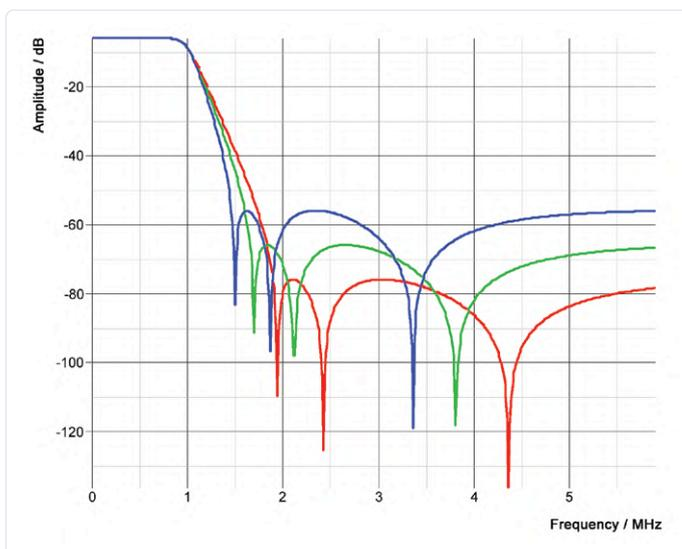
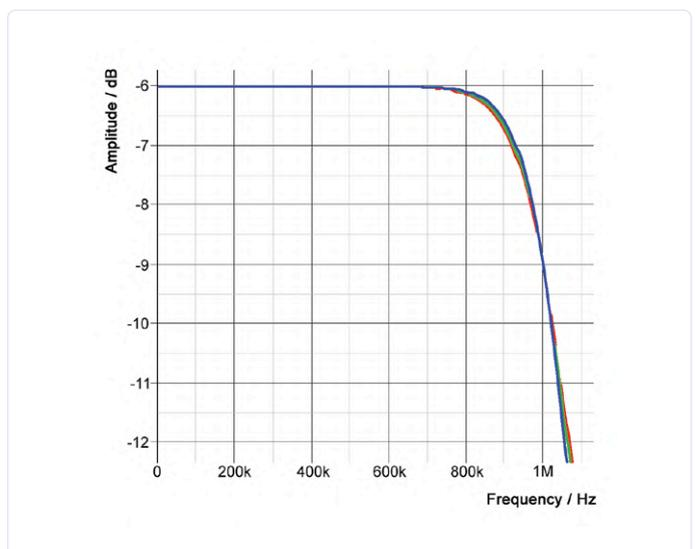

Bild 12. Frequenzgänge der Invers-Tschebyscheff-Filter mit 50, 60 und 70 dB. Die Farben sind selbsterklärend.
Bild 13. Vergrößerung von Bild 12 im Durchlassbereich mit den Mindestdämpfungen 50 dB (blau), 60 dB (grün) und 70 dB (rot).
Die letzte Filterapproximation ist die Invers-Tschebyscheff-Charakteristik (IT). Sie ähnelt im Durchlassbereich einem Butterworth-Filter und hat also keinen Ripple, weshalb dieser Parameter entfällt. Im Sperrbereich hingegen entspricht die IT-Charakteristik mehr einem Cauer-Filter mit Notches und entsprechender Mindestdämpfung. Die Grundschialtung ist die gleiche wie beim Cauer-Filter (Bild 9), lediglich die Dimensionierung ist anders. **Bild 12** zeigt die Frequenzgänge von Invers-Tschebyscheff-Filtern mit den Mindestdämpfungen 50, 60 und 70 dB. **Bild 13** ist die im Durchlassbereich gezoomte Version von Bild 12.